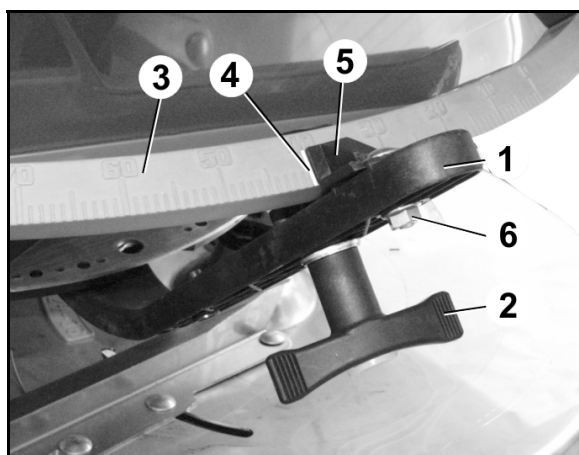

Fig. 82
2. Åpne doseringsspjeldet ved hjelp av stillespaken (Fig. 82/1).
4. Drei stillespaken på skalaen (Fig. 82/3) helt til anslaget mot bolten.
5. Fest stillspaken med vrihåndtaket (Fig. 82/2).
6. Løsne sekskantskruen (Fig. 82/6). Sett viseren (Fig. 82/5) på skalaverdien "**8**" og skru den fast med sekskantskruen. Viserens avlesekanter er (Fig. 82/4).